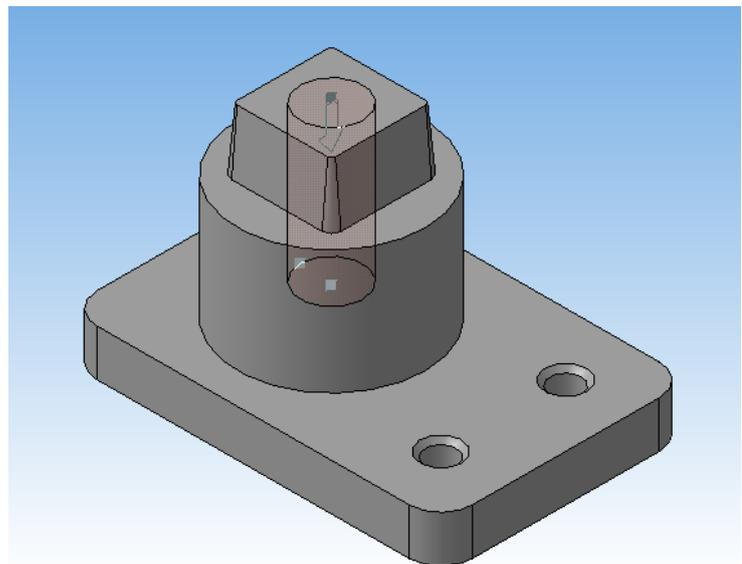

Рисунок 55
15. Вырезаем отверстие. Нажмите кнопку **Вырезать выдавливанием**  и укажите в параметрах **Прямое направление** и **На расстояние - 50мм** (рисунок 55).